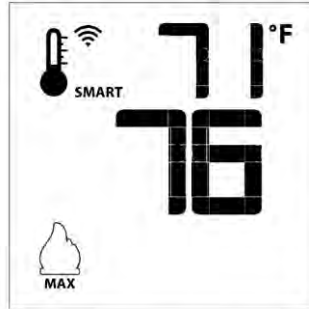
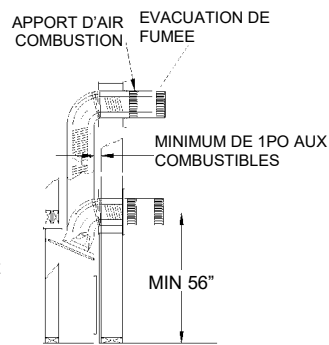

Fig. 11: Fonction flamme Smart
FIGURE 1
Pour activer cette fonction, appuyer sur la touche Thermostat (Fig. 1). L'afficheur LCD de la télécommande changera, montrant que le thermostat d'ambiance est ON et que la température de consigne est maintenant visualisée (Fig. 9). Pour régler la température de consigne désirée, appuyer sur les touches fléchées Haut ou Bas jusqu'à ce que cette température s'affiche sur la télécommande.
Pour activer cette fonction, appuyer sur la touche Thermostat (Fig. 1) jusqu'à ce que le mot « SMART » s'affiche à droite du bulbe de température (Fig. 11).
Si l'appareil est équipé d'un ventilateur de circulation d'air chaud, la vitesse du ventilateur peut être contrôlée par le système Proflame. Le ventilateur peut être réglé sur six (6) vitesses. Pour activer cette fonction, utiliser la touche Mode (fig. 1) pour sélectionner l'icône de contrôle du ventilateur (Fig. 13). Utiliser les touches fléchées Haut/Bas (fig. 1) pour démarrer, arrêter le ventilateur ou en régler la vitesse (fig. 14). La réception de la commande est confirmée par un seul bip.
La fonction auxiliaire contrôle la sortie d'alimentation AUX au niveau de la commande d'éclairage graduable. Pour activer cette fonction, utiliser la touche Mode (Fig. 1) pour sélectionner l'icône AUX (fig. 15 et 16).
L'intensité de la sortie peut être réglée sur six (6) niveaux. Utiliser les touches fléchées Haut/Bas (fig. 1) pour régler le niveau de sortie (fig. 16). Un seul bip confirme la réception de la commande.
Le tuyau flexible est livré non étiré. Lors de l'installation vous devez l'étirer à pleine longueur. Le tuyau s'étire jusqu'à 2 fois sa longueur ex : 4pi devient 8 pi. Étirez complètement le tuyau et coupez l'excédent. N'utilisez pas plus de 2 raccords-unions pour allonger les tuyaux courts (**commander ZDV5FC & ZDV8FC - NE PAS fabriquer de coupleurs**). Il est préférable d'utiliser une seule section dans une installation pour relier le foyer et l'évent de sortie. Placez les ressorts d'espacement environ tout les 2pi pour stabiliser le conduit flexible de 5po à l'intérieur du conduit flexible de 8po. Pour les courbes, placez les ressorts dans la courbe ou avant et après. (Voir fig. 1) Les conduits horizontaux nécessitent des courroies de soutien en métal tout les 2pi. Dans les installations déviées, des courroies de soutien devraient être utilisées pour stabiliser le tuyau.
Étirez les tuyaux de 5po et 8po pour que le tuyau de 8po dépasse du mur extérieur d'environ 2po ou 3po et le tuyau de 5po sorte de celui de 8po d'environ 2po à 3po. (voir fig.1) Attachez le tuyau de 5po à l'évent de sortie en premier et fixez-le à l'aide de scellant et de vis puis attachez le conduit flexible à l'évent et fixez le à l'aide calfeutrage et de vis. L'évent peut ensuite être repoussé vers le mur extérieur et attaché à la maison en le vissant à la charpente. Mettez de la silicone autour de l'évent de sortie pour le rendre étanche. Si vous allez utiliser un écran de revêtement, fixez le en utilisant les mêmes trous que pour le dessus de l'évent, après que celui-ci ait été étanchéifié avec du calfeutrant.
4. Pour installer le manchon centrez-le à l'intérieur de l'ouverture de 12po x 12po de la charpente et fixez-le. Passez le conduit dans le manchon mural. (Voir fig.1)